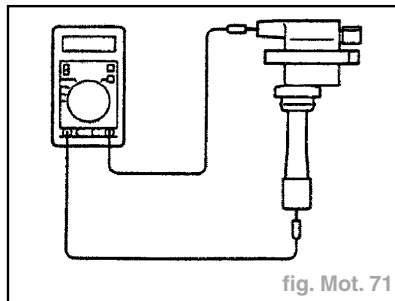

fig. Mot. 71
- Mesure de la résistance de la bobine secondaire (fig. Mot. 71). Mesurer la résistance entre les bornes de haute tension pour chaque bobine d'allumage comme montré sur l'illustration.